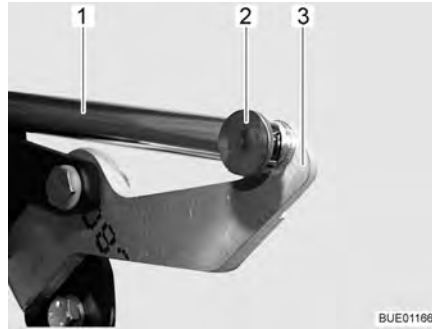

Bild 77 Drivning
- Ta bort förbindelsen (t.ex. sprinten och stiftet) (Bild 77,2) mellan skjutstången (Bild 77,1) och armen (Bild 77,3).